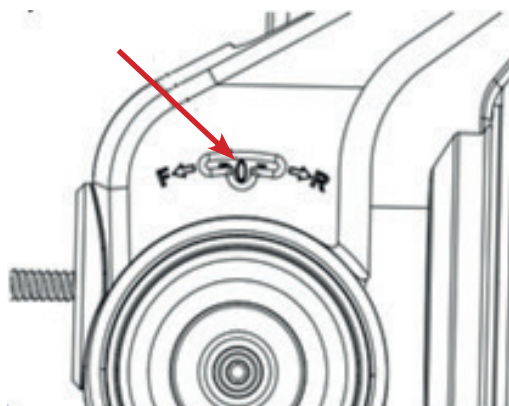

Fig. 8
- Tirare la maniglia nella posizione R. L'albero a spirale è retracts. (Fig. 8).
Quando l'impugnatura di comando è a 0 in posizione neutra, non vi è alcun allungamento dell'albero a spirale, né nel senso di rotazione in avanti né in quello inverso, Fig. 8